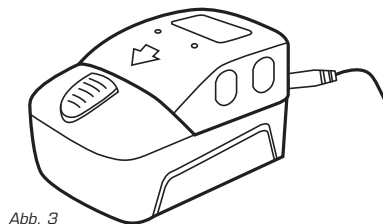

Abb. 3
2. Stecken Sie die Ladeklinke (19) in die Ladebuchse (17) an der Ladestation (14) (Abb. 3). Stellen Sie sicher, dass die Netzspannung mit der des Ladeadapters (18) übereinstimmt und verbinden Sie den Netzstecker mit einer geeigneten Steckdose.